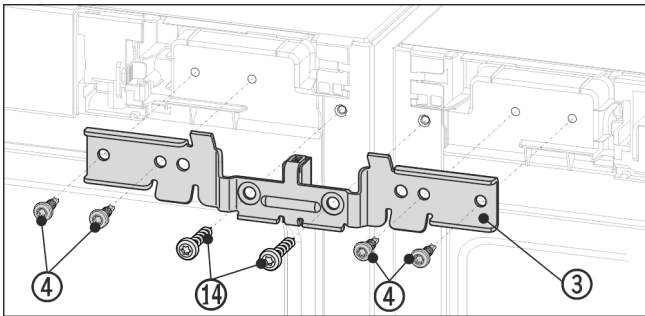

Fig. 12 Przykładowa prezentacja
- ▶ Wsunąć kątownik Fig. 12 (3) z elementem dystansowym między urządzenia i na czop. Przykręcić luźno kątownik przy użyciu czterech śrub Fig. 12 (4) oraz wykręconych wcześniej śrub uziemiających Fig. 12 (14) na zmianę po prawej i lewej stronie.